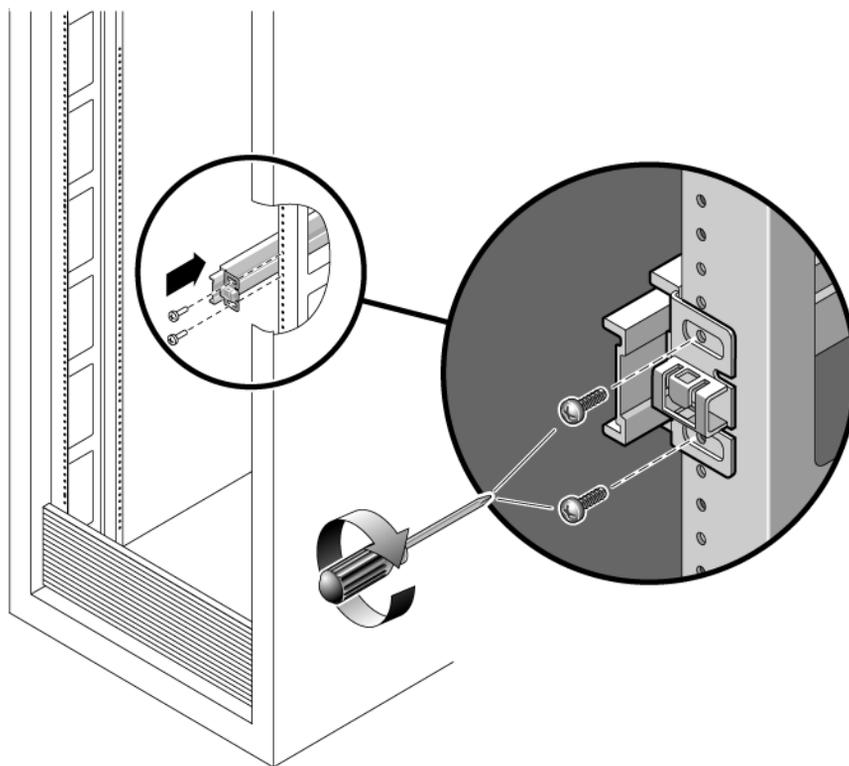

FIGURA 2-5 Montaggio di una guida
- a. **Collegare la parte anteriore della guida al montante anteriore destro del rack (FIGURA 2-5) usando due viti, senza serrarle.**